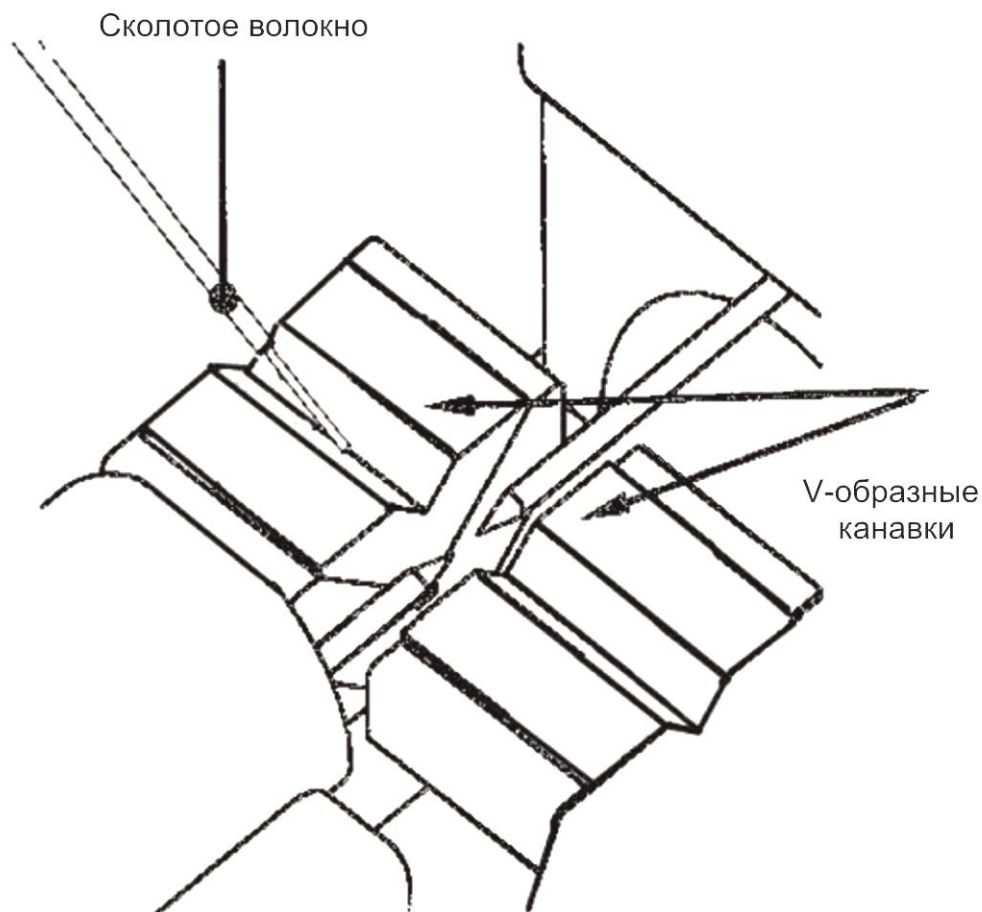

Рис. 4-2
- 3) Если загрязнение из канавки не удастся удалить с помощью тонкого тампона, используйте конец сколотого волокна, как показано на рис. 4-2. Затем повторите шаг (2).